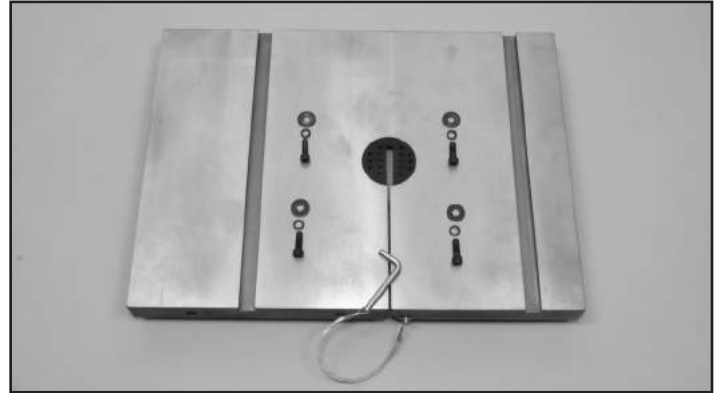

FIGURE 1
1. Enlevez la goupille de nivellement de table (Pièce #4B) placée à l'avant de la table. Cette goupille en métal garde les deux côtés de la table à niveau selon la fente. Fig. 1.